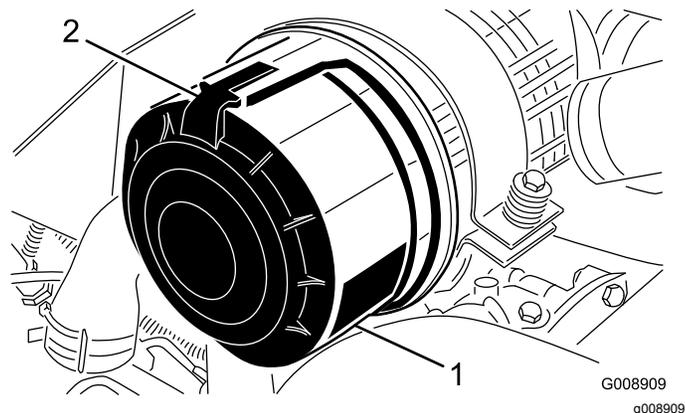

Рисунок 96
1. Отпустите защелки, фиксирующие крышку воздухоочистителя на его корпусе (Рисунок 96).